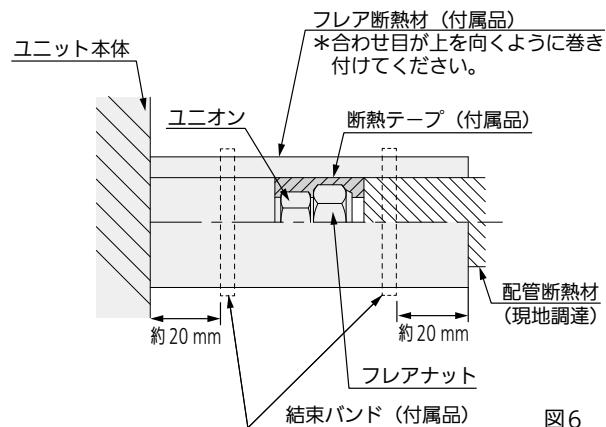

図6
- 図6に従って液管・ガス管とも、断熱してください。フレアナット部に断熱テープ（付属品）を巻き付けてください。配管接続部にはフレア断熱材（付属品）を隙間がないように巻き付け、結束バンド（付属品）で締め付けてください。結束バンドの余分な部分は切断してください。（断熱をしない場合や隙間がある場合、結露して水漏れの原因になります）